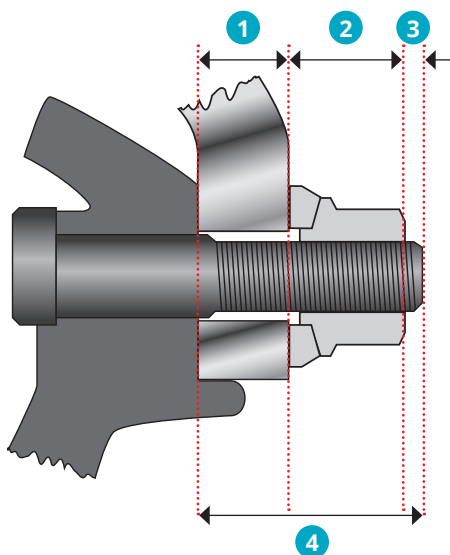

Figura 11-7
Pentru montarea unică a proeminenței minime a prezonului necesar = 1x grosimea discului jantei Alcoa® + înălțimea piuliței standard + 2 filete complete, 3 mm** cu prezoane M22, M20 sau M18 x 1,5. Vezi figura 11-7.
- Exemplu 1x 22,5 x 14,00 jantă Alcoa® cu o grosime a discului de 28,6 mm și o piuliță obișnuită cu flanșă din 2 piese M22 x 1,5 rezultă într-o proeminență a prezonului de $28,6 + 27 + 3 = 58,6$ mm. Vezi figura 11-7.